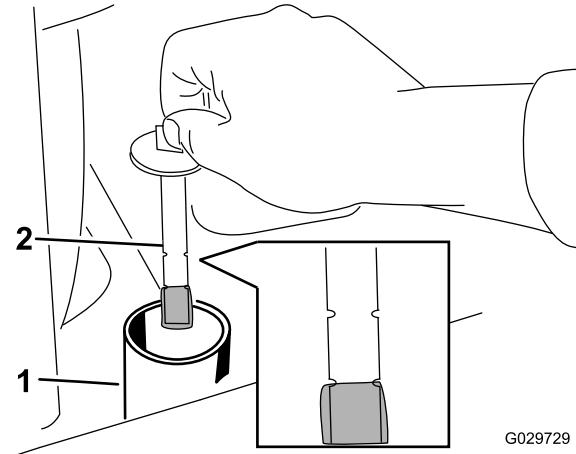

Figura 72
6. Retire el tapón y la varilla del depósito hidráulico (Figura 72).